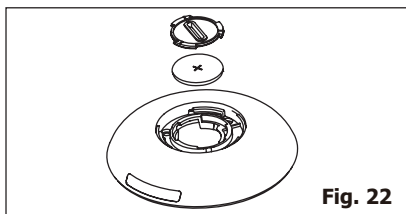

Fig. 22
- 3.** Allo stesso modo, aprire il coperchio di protezione all'interno, quindi estrarre la batteria. (Fig. 22)